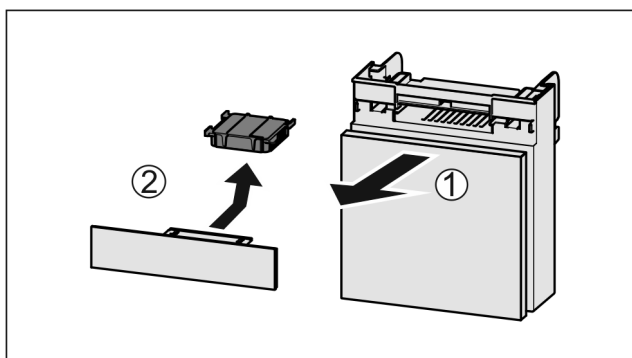

Fig. 187
- Zásuvku vytáhněte dopředu Fig. 187 (1).
- Filtr s aktivním uhlím vyjměte Fig. 187 (2).